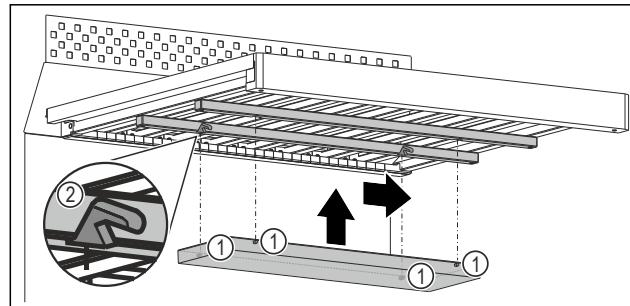

Fig. 110 例图
- ▶ 将每个塞子 Fig. 110 (1)推入木栅格下方板条上的相应槽 Fig. 110 (2) 中。